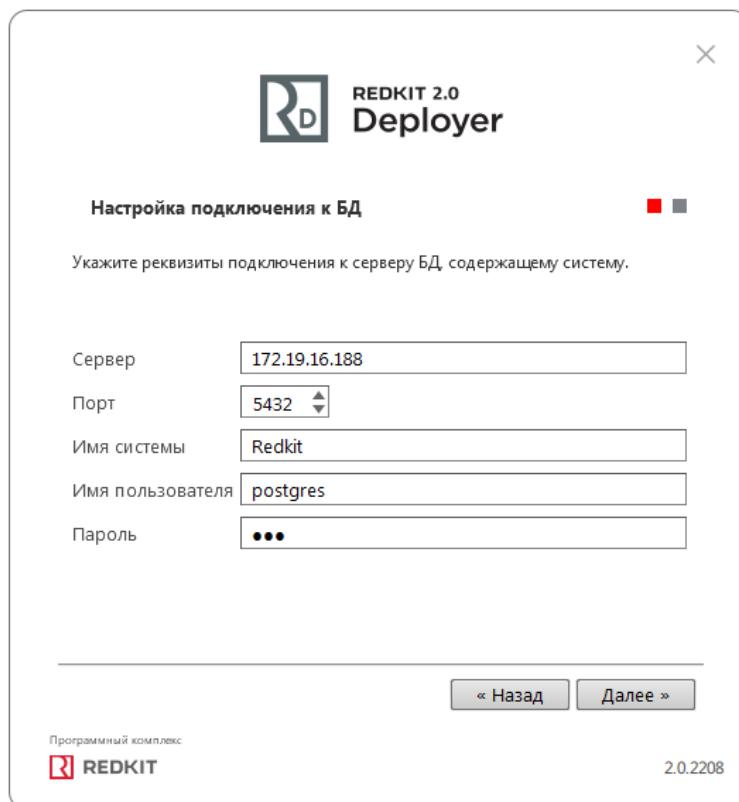

Рисунок 211 - Укажите реквизиты
3. Укажите реквизиты основного сервера, порт оставьте по умолчанию. Введите имя пользователя и пароль из п.12 раздела Установка Postgres. Нажмите **Далее** (Рисунок 211).